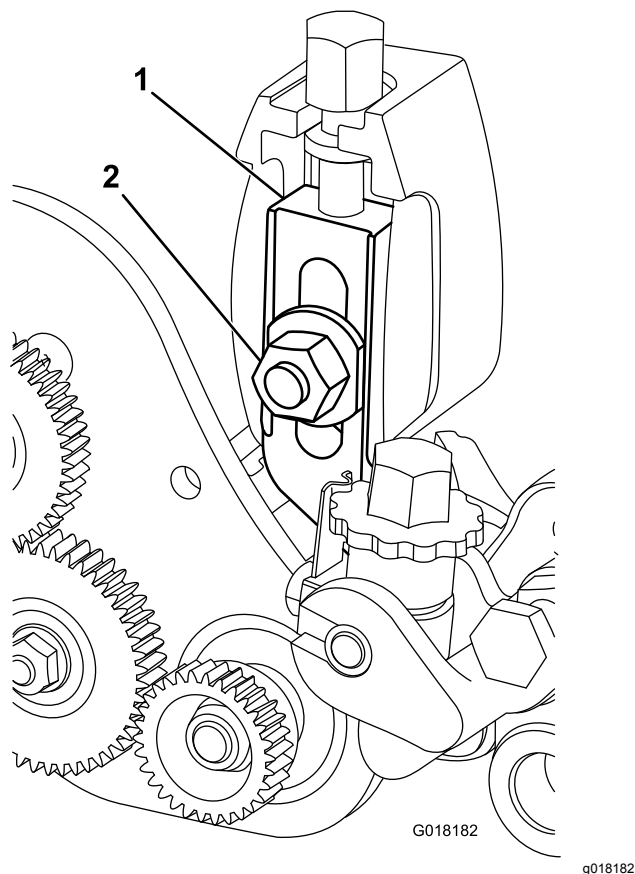

Figura 29
4. Retire el perno avellanado, la tuerca y la arandela que sujetan el brazo de ajuste de la altura de corte a la placa lateral (**Figura 29**).